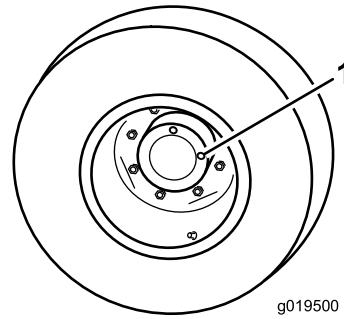

Figura 12
1. Com a máquina numa superfície nivelada, posicione a rode de forma a que um tampão de verificação (Figura 12) fique na posição das 12 horas e o outro na das 3 horas.
2. Retire o tampão da posição das 3 horas (Figura 12). O óleo deve ficar ao nível do fundo do orifício do tampão de verificação.